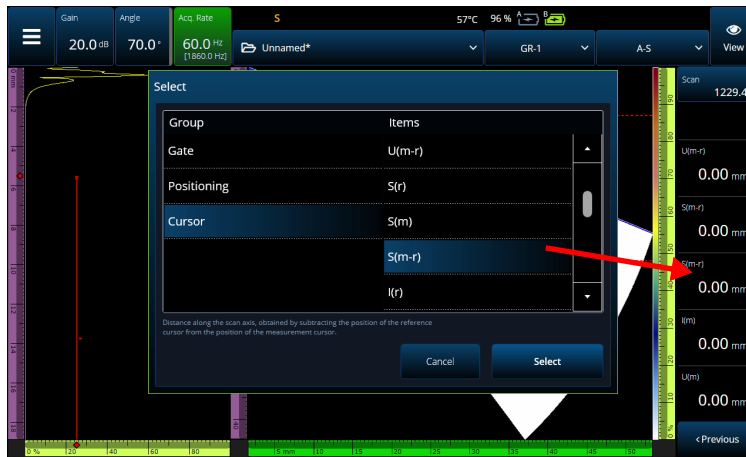

図 2-64 測定値の選択例
- b) **Select Reading (測定値の選択)** の場合、1 つの特定の測定値を、使用可能な測定値に置き換えることができます (126 ページの図 2-64)。